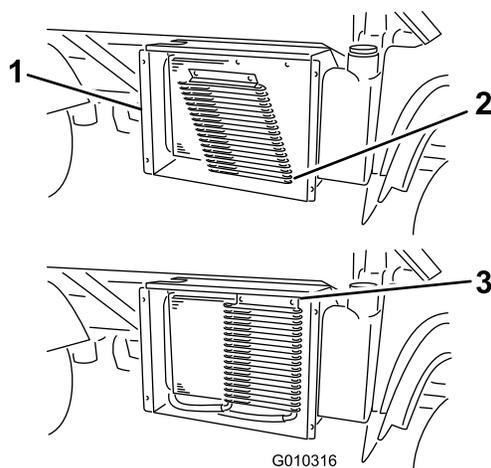

図 61
3. ラッチを外し、オイルクーラを装備している場合にはそれを倒してラジエーターから遠ざける図 61。